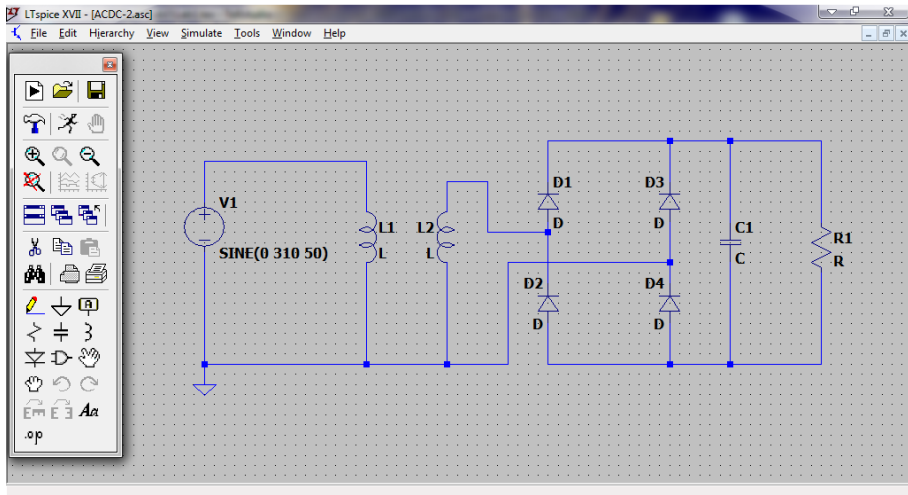

Рис. 16
1. Зібрати схему мостового випрямляча. За основу можна взяти, наприклад, рис. 16. Індуктивність первинної обмотки, коефіцієнт трансформації, номінальне значення конденсатора та струм через резистор взяти з таблиці. Варіант — номер студента у списку групи. Діоди поки вважати ідеальними, вказаними у таблиці типоніменалами діодів потрібно буде скористатися пізніше. Вхідна напруга вважається мережевою ( $U_{amp} = 310V, f = 50Hz$ ). Індуктивність вторинної обмотки, вихідну напругу та опір навантаження потрібно обчислити за формулами, що були наведені раніше. Активний опір первинної обмотки прийняти рівним 100 Ом, вторинної обмотки — 1 Ом, коефіцієнт взаємоіндуктивного зв'язку — 0,99. Зробити скріншот вікна зі схемою для звіту.